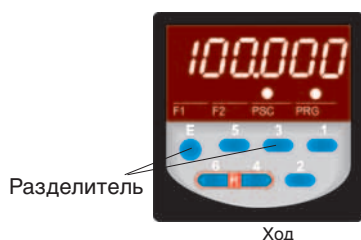

Рисунок 13
- a) Одновременно нажмите кнопки E+3 (см.рис. 13).